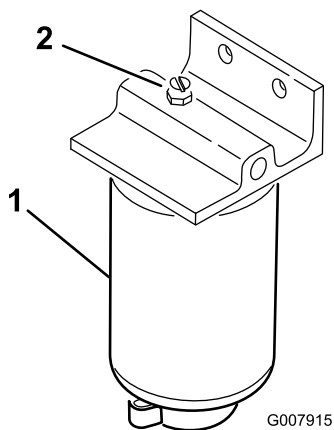

Bild 28
4. Öffnen Sie die Entlüftungsschraube am Kraftstofffilter/Wasserabscheider (Bild 28).